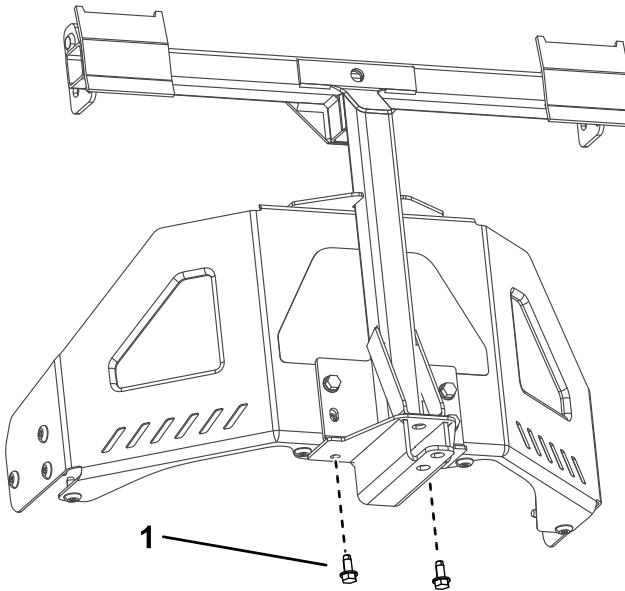

図 11
- ピボットフレームを、機体フレームの底部に固定するタッピングねじ5/16 x 3/4"2本を使用して図11のように取り付ける。